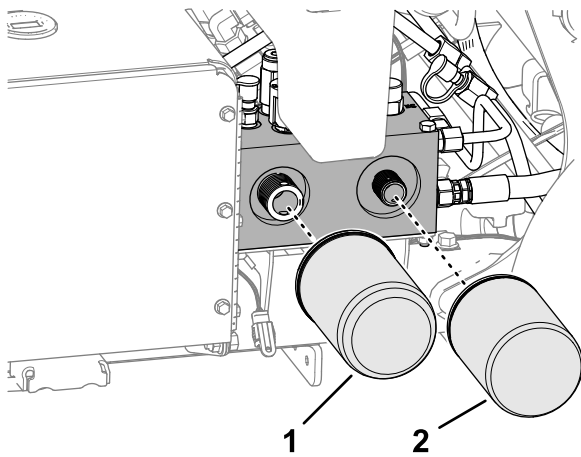

Figura 170
2. Amplasai o tavă de scurgere sub filtre, îndepărtai filtrele vechi i tergei suprafaa garniturii adaptorului de filtru (Figura 170).